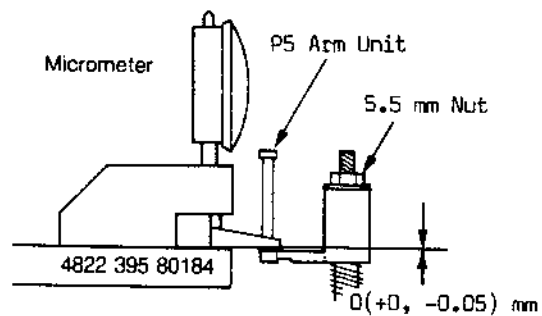

Fig. 2-15
- Das Mikrometer auf die Referenzplatte stellen und die Skala des Meßgeräts auf "0" stellen, wie in Fig. 2-15 angegeben.